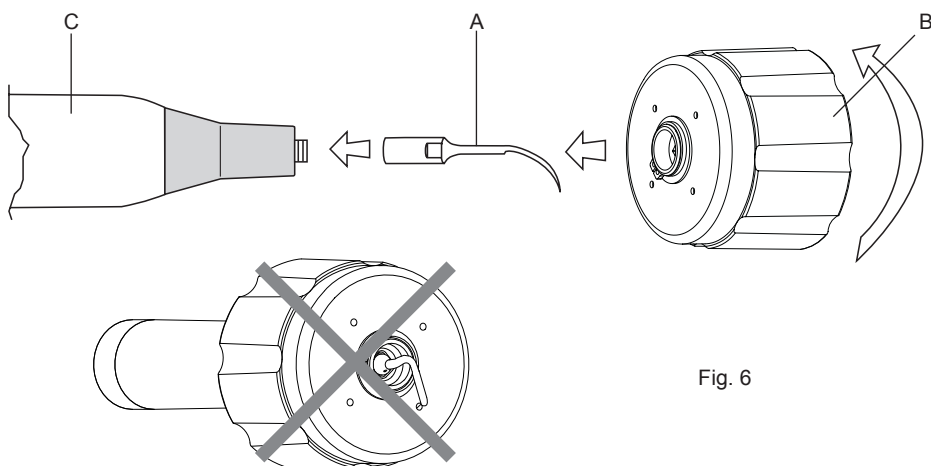

Fig. 6
- 2 Avvitare l'inserto prescelto sul manipolo ablatore fino a portarlo in battuta (Fig.6 - Rif.A).
Per il corretto utilizzo della chiave dinamometrica (Fig.6 - Rif.B) operare come segue:
- ⚠ **ATTENZIONE:** Non si deve impugnare il manipolo sulla parte terminale e/o sul cordone ma solo sul corpo in plastica (Fig.6 - Rif.C) e non deve essere ruotato durante il serraggio.